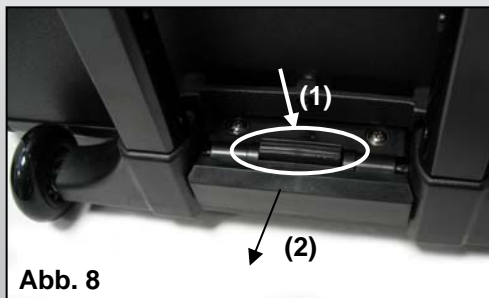

Abb. 7
Positionieren Sie das Notebook immer in das mittlere Fach der DataBox Allround XL Trolley zwischen den Trennwänden (Abb. 7 (1)), Frontseite nach unten, damit die Rückseite (Anschlußpanele) nach oben schaut, sonst werden die Kabel und Stecker beschädigt.
Ein entfernbare Deckel (Abb. 7 (2)) schließt den Stauraum für Ihre Netzteile und schützt sie innerhalb der DataBox Allround XL Trolley. Setzen Sie die Netzteile, die zu Ihrem Drucker und Notebook gehören, in diesen Stauraum. Führen Sie die Anschlußkabel durch die Schlitze auf der linken und rechten Seite des Deckels (Abb. 7 (3)) von den Netzteilen zu dem Notebook und dem Drucker. Schließen Sie den Stauraum, indem Sie den Deckel wieder drauflegen. Schließen Sie die Stecker der Netzteile an zwei von den drei vorhandenen Kabeln innerhalb der DataBox Allround XL Trolley. (Das dritte Kabel wird nicht verwendet)
A removable lid (Fig. 7 (2)) closes the storage space for power supply units and protects it inside the DataBox Allround XL Trolley. Place the power supply units that belong to your Notebook and printer into this compartment. Lead the cables through the left and right sides of the lid (Fig. 7 (3)) to Notebook and printer. Close the compartment by placing the lid back on top. Connect the power plugs to two of the three supplied cables within the DataBox Allround XL Trolley. (The third cable is not used)